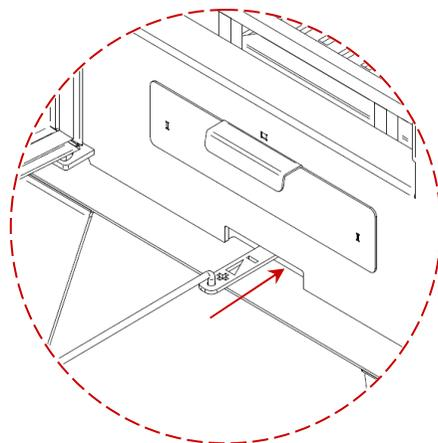

Figure 20 - Régulateur d'air en position fermée d'air primaire
- Après l'allumage, et pour une bonne combustion, le régulateur doit être sur la marque (-), comme indiqué sur la Figure 20.